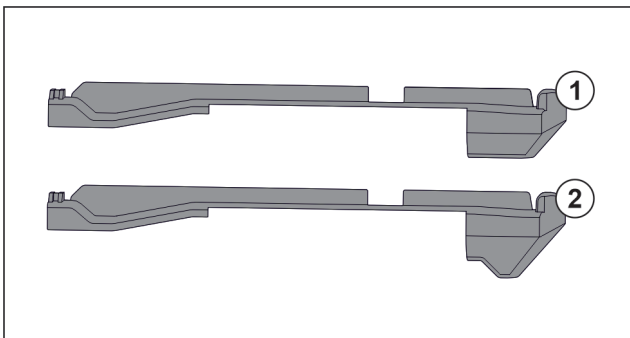

Fig. 83 Compararea pieselor de fixare
În aparat există două piese diferite de fixare. Piesa de fixare de deasupra sertarului de jos Fig. 83 (2) are o margine triunghiulară. Toate celelalte piese de fixare Fig. 83 (1) au o margine dreaptă.
- ▶ Montați piesa de fixare Fig. 83 (2) cu marginea triunghiulară peste sertarul de jos.
- ▶ Montați piesa de fixare Fig. 83 (1) cu marginea dreaptă la toate celelalte poziții.